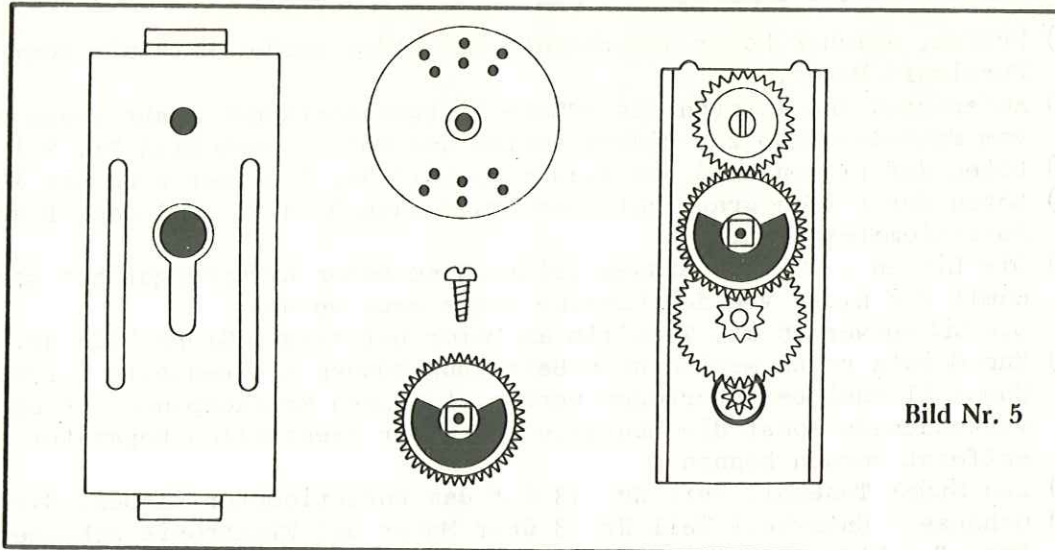

Bild Nr. 5
- 2 ( ) Zahnrad Teil Nr. 2 D auf Welle Teil Nr. 5a stecken, auf die Aussparung im Zahnrad achten. Siehe Bild Nr. 5